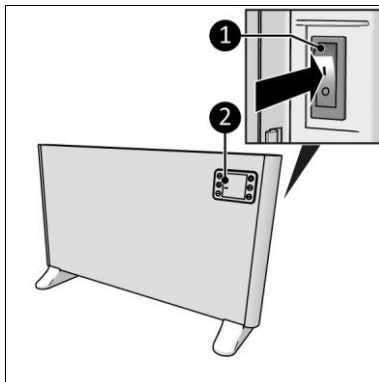

Figure 17
1. Mettez l'interrupteur ON/OFF sur la position ON (Figure 17, pos. 1).
2. L'écran (Figure 17, pos. 2) affiche OFF.